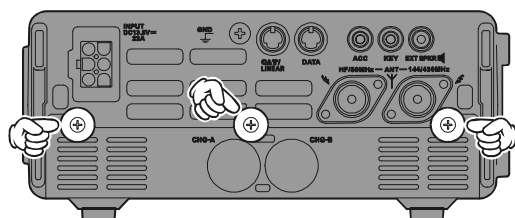

図 1
2. 図1と2を参考に、本体背面と底面にある3本のビス(合計6本)を外し、底面ケースを外します。